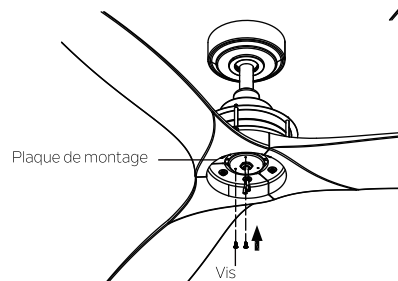

Fig. 23
**Étape 3.** Réinstallez deux vis à la plaque de montage (ne pas serrer ces deux vis). (Fig. 23)